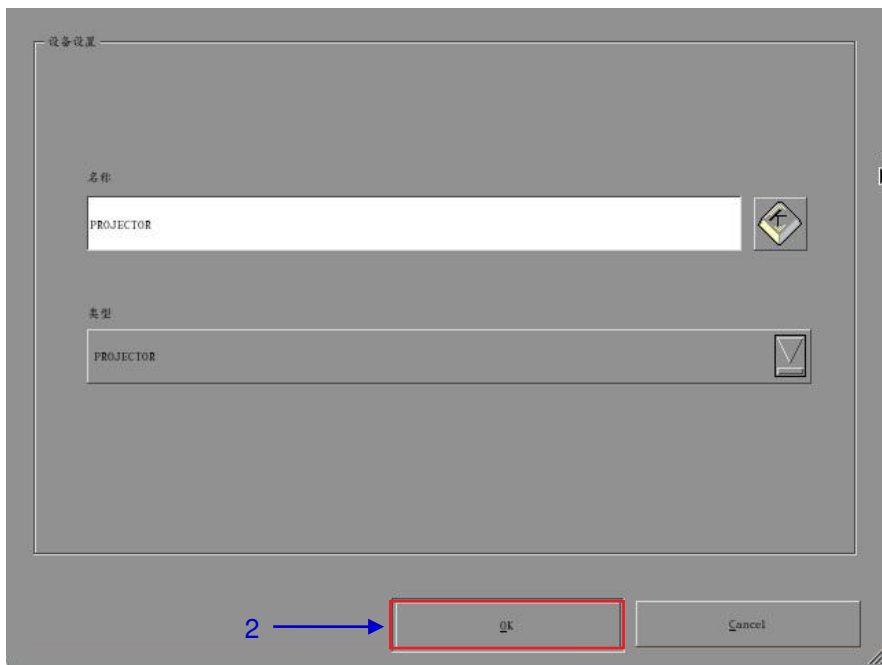

图 64 放映机自动化设备设置.
2. 点击 [OK] 并设置放映机设备的参数。(如图 64)。